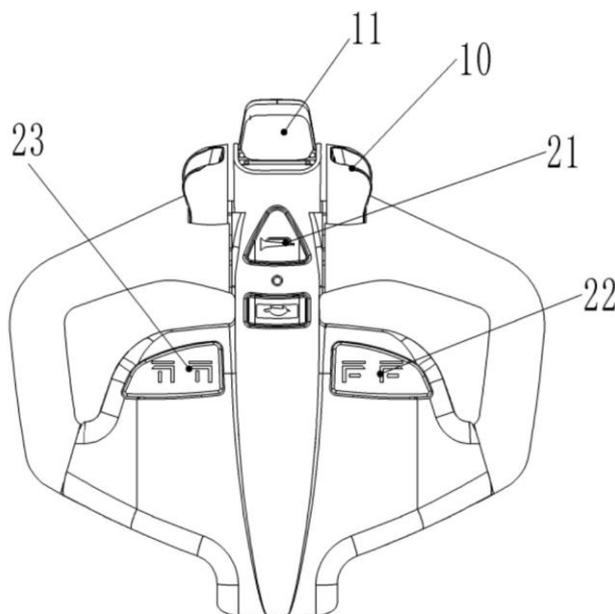
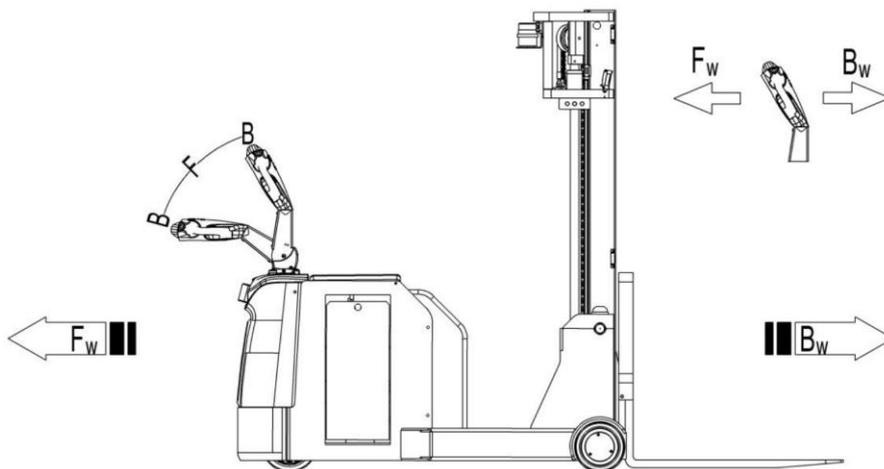

Рис.7: Ручка управления
Рис.11: Направления движения
Нажмите на кнопку (рис. 7, поз. 21) для проверки работы звукового предупреждающего сигнала.
Для осуществления подъема груза необходимо полностью подъехать под паллет с грузом, нажать и удерживать кнопку подъема (рис. 7, поз. 23), пока не будет достигнута нужная высота подъема.
Если вилы штабелера находятся в стеллажном пространстве, необходимо осторожно отъехать от стеллажа с паллетом или без паллета. Во время движения необходимо удостовериться, что вилы не задевают стеллаж. Для спуска нажмите и удерживайте кнопку снижения (рис. 7, поз. 23).
Для наклона мачты вперед нажмите и удерживайте кнопку наклона вперед (рис. 7, поз. 22).
Для наклона мачты назад нажмите и удерживайте кнопку наклона назад (рис. 7, поз. 22).
После того, как ключ запуска повернут в положение ON или проведен запуск через ПИН-панель, и аварийная кнопка поднята, переведите ручку управления в рабочее положение («F», рис.11).
Отклоните маховики управления в нужном направлении «вперед» («Fw», рис. 11) или «назад» («Bw», рис. 11).
Контролируйте скорость передвижения с помощью маховиков (рис. 7, поз. 10) для достижения требуемой скорости.
- Переключение маховиков управления (рис. 7, поз. 10) обратно в начальное положение или освобождение маховиков активирует систему
- При переключении маховиков управления (рис. 7, поз. 10) из положения «движение в одном направлении» в положение «движение в противоположном направлении», штабелер постепенно тормозит, пока не начнет движение в противоположном направлении.
- Штабелер тормозит, если ручку управления перевести в верхнее или нижнее положение к точкам торможения («В», рис. 11). При отпуске рукоятки управления автоматически возвращается в верхнее положение к точке торможения («В», рис. 11). Штабелер будет тормозить, пока не остановится.
- Кнопка противоотката (безопасности) (рис. 7, поз. 11) защищает оператора от получения повреждений и травм. Если эта кнопка включена, штабелер притормаживает и/или начинает движение в противоположном направлении («Вw», рис. 11) на небольшое расстояние и останавливается. Необходимо помнить, что эта кнопка действует, даже если штабелер не едет, но ручка управления находится в рабочем положении.